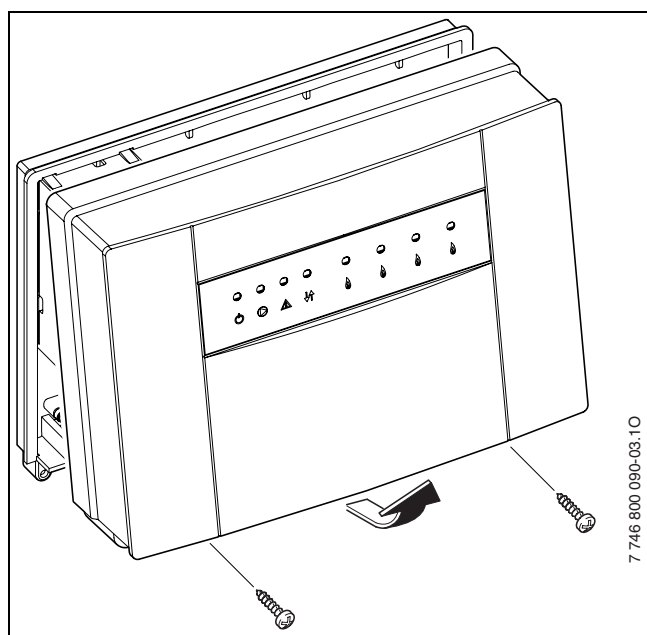

Fig. 7 Retire la tapa
- ▶ Afloje 2 tornillos en la parte inferior del módulo MCM10, tire de la parte de abajo de la tapa hacia adelante y retírela hacia arriba (→ fig. 7).
- ▶ Abra la carcasa del módulo guía MCM10 (→ fig. 7, pág. 28).